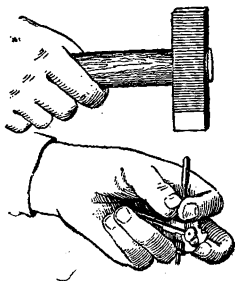

Рис. 16. Выталкивание шпильки при отделении выбрасывателя и ударника от затвора
4) **Разобрать затвор.** Вытолкнуть выколоткой шпильку, удерживающую ударник и ось выбрасывателя (рис. 16), и извлечь ударник из канала затвора; вытолкнуть выколоткой ось выбрасывателя. Отжимая большим пальцем правой руки зацеп выбрасывателя (от центра затвора) и придерживая его указательным пальцем, извлечь выбрасыватель с пружиной из паза затвора.